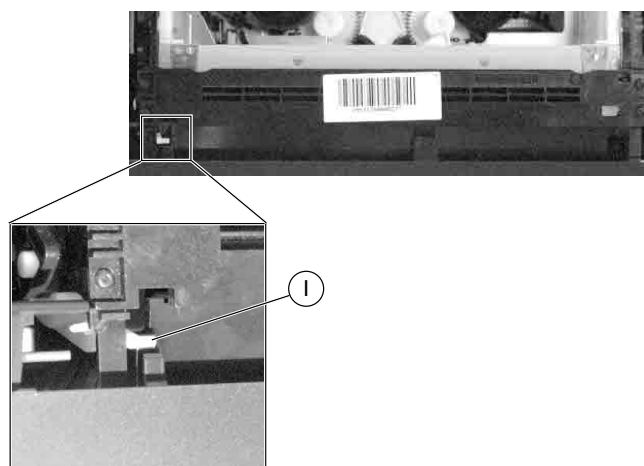

Fig. 4
Remarque pour le remontage: Lors du montage de la façade de l'appareil, le volet du logement de cassette doit être poussé vers l'intérieur de sorte que le levier (I) d'ouverture s'engage dans le guidage (Fig. 4) du volet de cassette.
Note: When attaching the front panel from the front to the video recorder press the cassette lid inwards so that the lever (I) engages with the guide (Fig. 4) of the cassette lid.